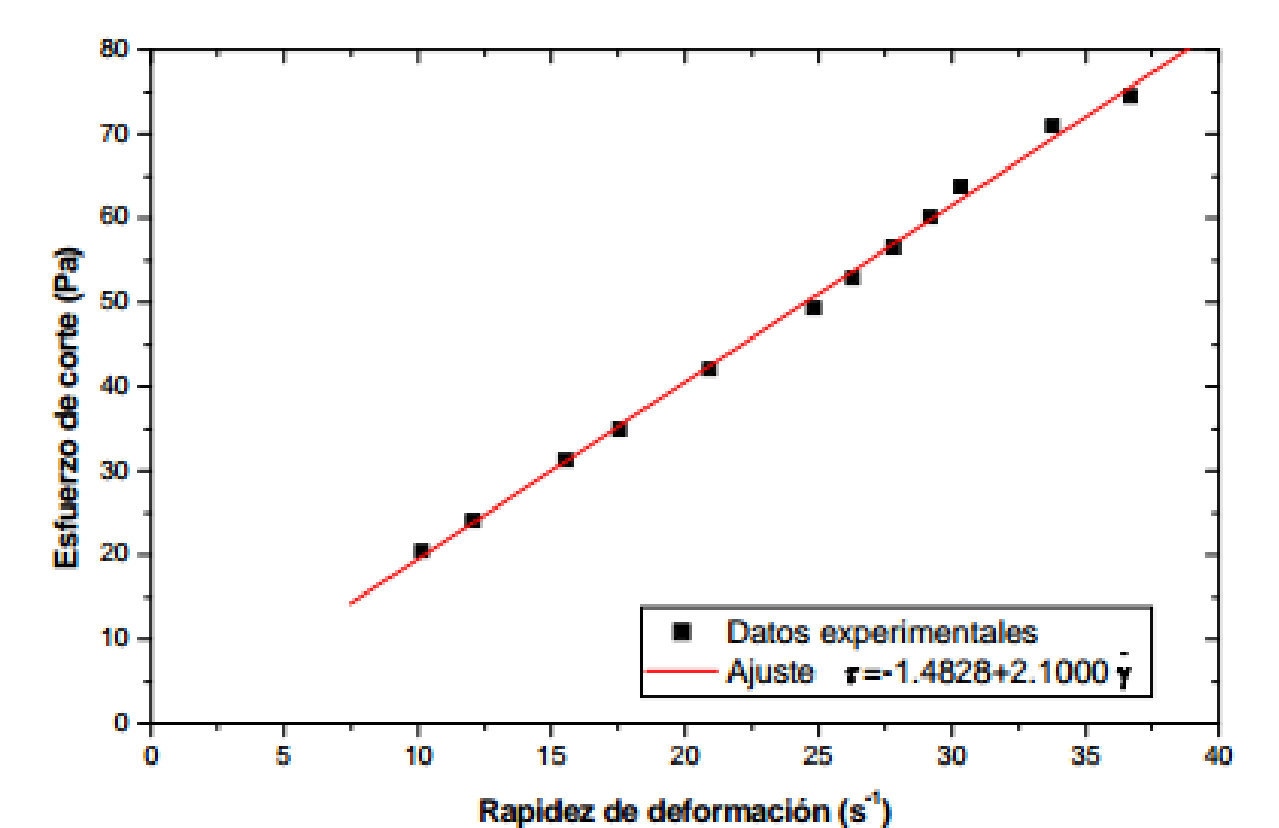

FIGURA 7. Curva de flujo para la glicerina. T=19°C.
En la figura 7, se muestra la curva de flujo obtenida para este fluido. Se puede ver que la relación que existe entre el esfuerzo de corte y la rapidez de deformación es lineal en todo el intervalo que se presenta, lo que indica que este fluido tiene un comportamiento newtoniano y puede representarse por la ecuación (6). Comparando la ecuación constitutiva (ecuación 6) con la ecuación de ajuste de los datos experimentales, se tiene que la viscosidad para este fluido es igual a $\eta=2.100Pas$, este valor se comparó con el de $\eta=2.13Pas$ obtenido empleando un viscosímetro comercial marca Brookfield Modelo LVTDV-II. Teniendo una diferencia porcentual no mayor al 2%.